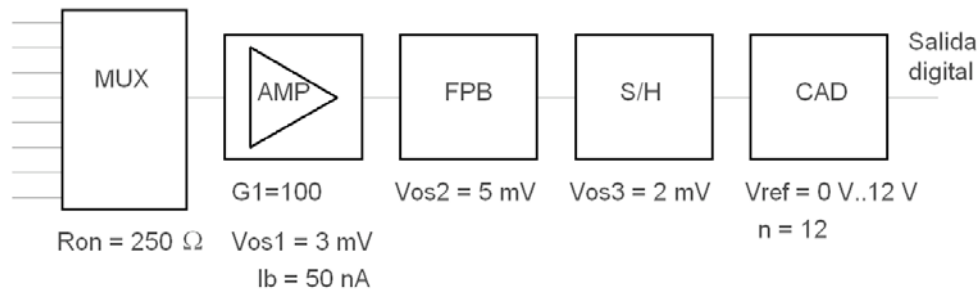

Figura 4
- 4- En el SAS de la figura 4 la font de senyal té impedància de sortida menyspreable; el multiplexor té $R_{ON} = 250 \Omega$ i uns corrents de pèrdues menyspreables comparades amb les de polarització de l'amplificador, que són de 50 nA ; l'amplificador té una tensió d'òfset de 3 mV i un guany de 100 ; el filtre té una tensió d'òfset de 5 mV ; i l'amplificador S&H té un error de zero total de 2 mV . Si el CAD té un marge d'entrada de 10 V i la seva resolució és de 12 bits, quina és la resolució efectiva disponible per al senyal?
- 8.- Suposem que en el SAS de la figura 4 anterior els errors de zero s'han ajustat a 25 °C, de manera que ara les úniques fonts d'error que poden considerar-se apreciables són les ocasionades per les derives tèrmiques (se suposen menyspreables les produïdes per efecte de càrrega). Es considera una $R_{ON} = 250 \Omega$ per al multiplexor, unes derives per a l'amplificador d' I_B (a 25 °C) = 50 pA/°C, de V_{os} (a 25 °C) = 50 μ V/°C amb un guany de 100; per al filtre de V_{os} (a 25 °C) = 50 μ V/°C i per al S&H unes derives de V_{os} (a 25 °C) = 20 μ V/°C. Si el CAD utilitzat és el del problema anterior, quina és la resolució efectiva disponible per al senyal si el sistema aconsegueix els 55 °C?